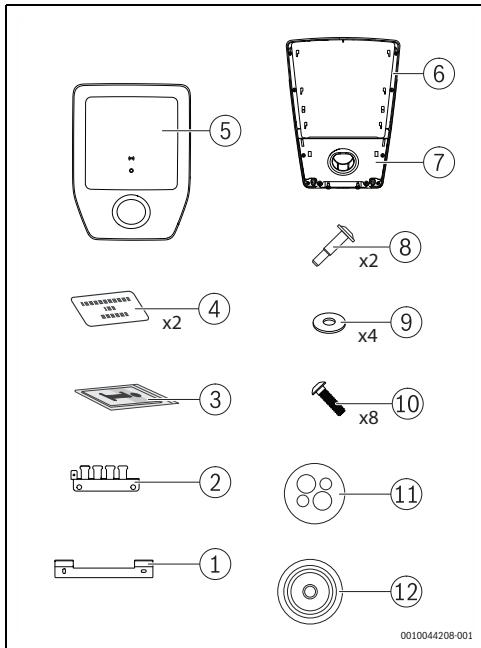

Fig. 145 Volumen del suministro
- Retirar cuidadosamente la cubierta [5] y la tapa con el soporte de estacionamiento [7] del Power Charge 7000i (→ fig. 145, página 146).